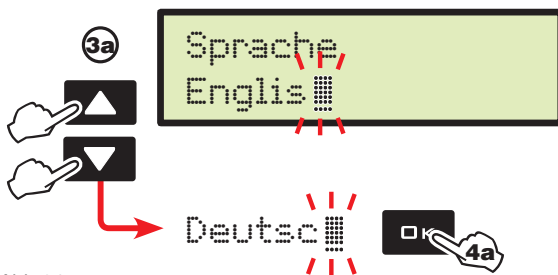

Abb. 24
- 2 Bestätigen Sie den Zugang zum Menü mit **OK**: während der Dateneingabe blinkt ein Cursor am Display (Abb. 24) auf.
Im Fall einer einfachen Datenwahl, zeigt der BRAVO 180S den aktiven Wert an (Abb. 24):